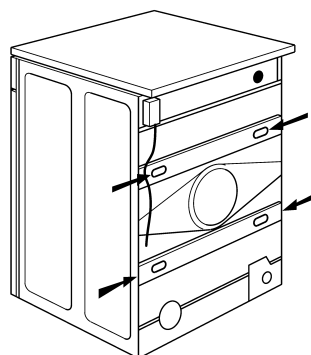

Fig. 2
1. Aflojar los tornillos con la herramienta que se incluye en el suministro (Fig. 2).